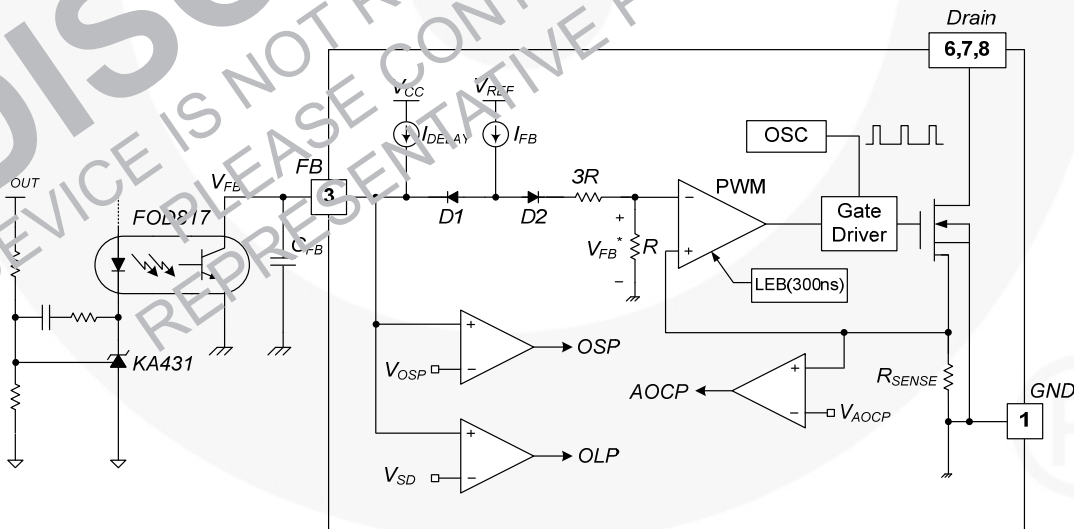

图 20. 脉宽调制 (PWM) 电路
**3. 反馈控制:** 该器件采用电流模式控制, 如图 20 所示。通常用光电耦合器 (如 FOD817) 和电压调节器 (如 KA431) 实现反馈网络。通过比较反馈电压与  $R_{SENSE}$  电阻两端的电压, 可实现开关占空比的控制。当电压调节器的参考引脚电压超过内部参考电压 2.5 V 时, 光电耦合器 LED 电流增大, 拉低反馈电压, 并减小漏电流。这种情况通常在输入电压提高或输出负载降低时发生。
**3.1 逐脉冲限流:** 由于采用电流模式控制, 因此通过 PWM 比较器的反相输入 ( $V_{FB}^*$ ) 限制了流经 SenseFET 的峰值电流, 如图 20 所示。假设 20  $\mu$ A 的源电流只流经内部电阻 ( $3R + R = 25 \text{ k}\Omega$ )。则二极管 D2 的阴极电压约为 2.8V。由于 ( $V_{FB}$ ) 通过 34 V 的 D1 受阻, 所以 D2 的最大阴极电压将钳位在此电压上。因此, 通过 SenseFET 的电流峰值受到限制。